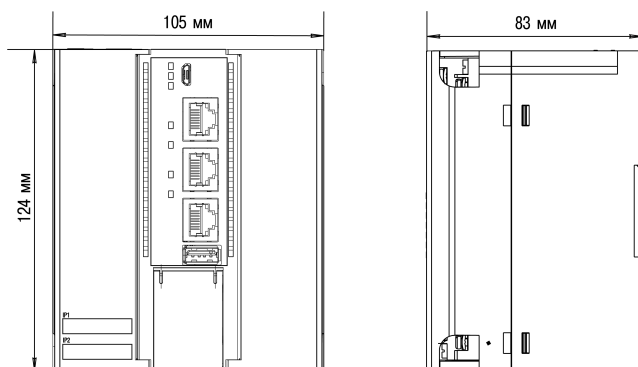

Рисунок 4.1 – Габаритные размеры
1. Подготовить место для монтажа на стенке шкафа или DIN-рейке в соответствии с габаритными размерами контроллера (см. рисунок 4.1).